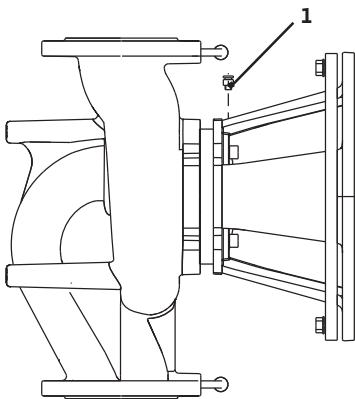

Fig. 41: Válvula de ventilação
- Purgar o ar das bombas, desapertando as válvulas de ventilação (fig. 41, pos. 1). O funcionamento a seco danifica o empanque mecânico da bomba. O sensor da pressão diferencial não pode ser ventilado (perigo de danificação).